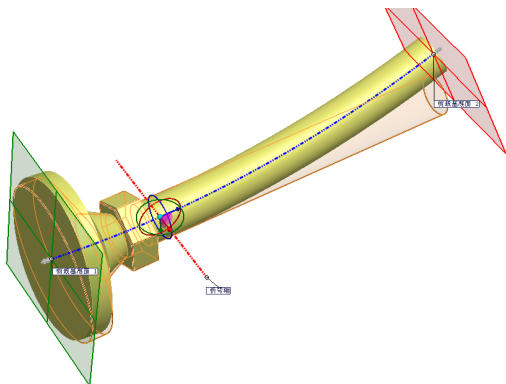

图 6-4 选择拉伸 5 实体特征
(4) 在绘图区中，选择拉伸 5 实体特征，如图 6-4 所示。